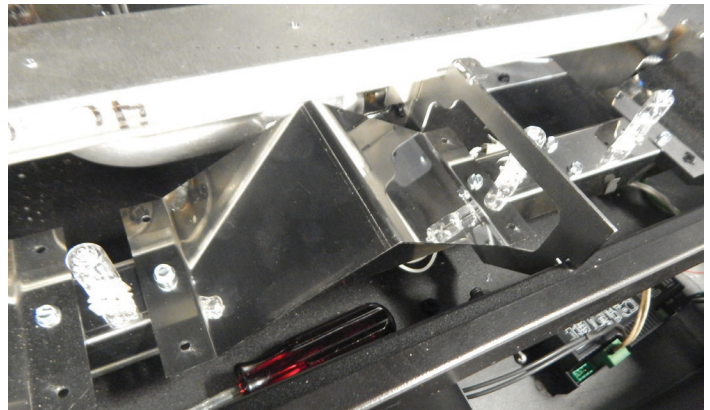

Figure 13
16. Poser les cinq (5) ampoules halogène dans les douilles de la barre d'éclairage. Lors de l'installation, porter attention à ne pas toucher directement les ampoules avec les doigts, utiliser plutôt l'emballage protecteur en plastique de l'ampoule pour la protéger des huiles etc. Faire très attention lors de la pose des ampoules. Ne pas forcer les ampoules dans les prises. Voir Figure 13.